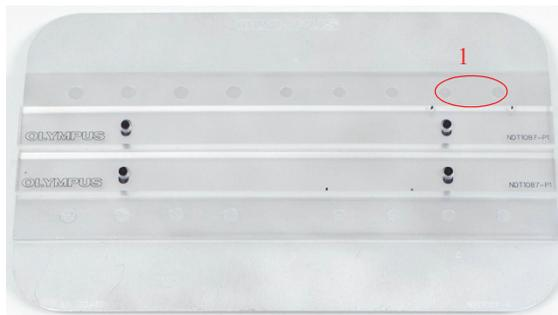

图 5-117 标准试块的位置 1
3. 将探头放置在标准试块的位置 1 上（参见第 197 页的图 5-117），然后按自动提离/平衡键（）。
11. 将探头放置在标准试块的位置 1 上 (参见第 197 页的图 5-117)，然后按自动提高/平衡键 ()。确保探头始终正确定位于两个紧固件之间。